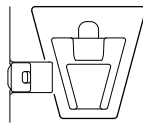
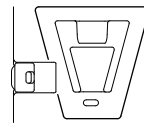

図 3
図 4
- ・カメラモジュールのVエッジが下がっていると、結合できません。（図 3）カメラモジュールのレコーディングモジュールリリースレバーを、押し下げてください。Vエッジが上がります。（図 4）